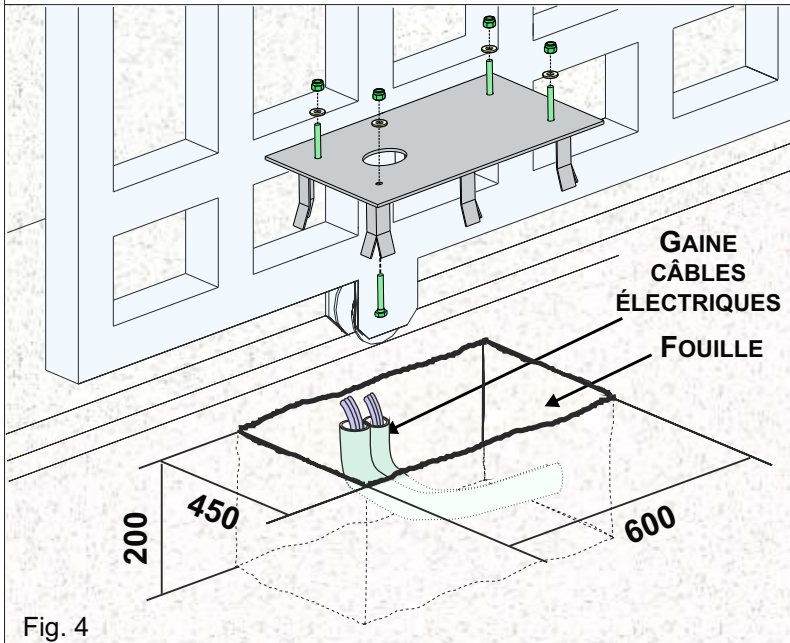

Fig. 4
3.1. Selon les mesures indiquées sur la Fig. 4, préparez un emplacement de béton à l'intérieur duquel les boulons d'ancrage seront murés et sur lesquels la plaque de fondation sera fixée et murée à son tour